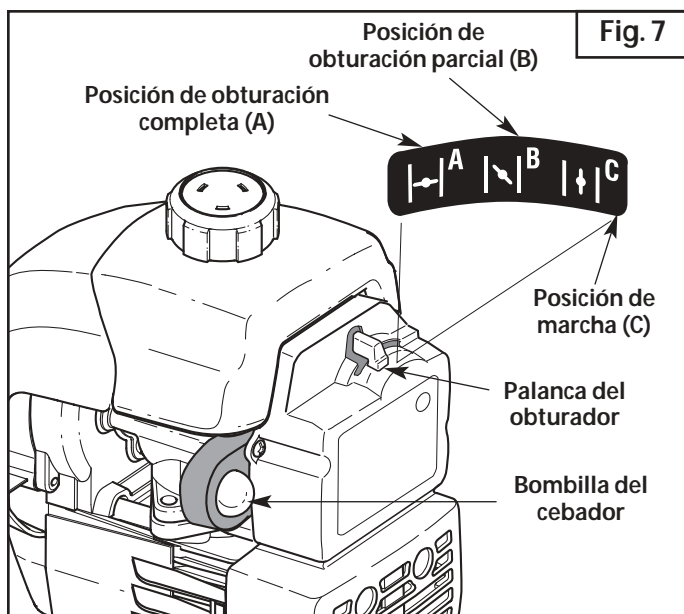

Fig. 7
3. Oprima y suelte por completo la bombilla del cebador lentamente de 10 veces. El combustible debe estar visible en la bombilla (Fig. 7). Si el combustible no está visible, oprima tres (3) veces más o hasta que lo vea.
4. Coloque la palanca del obturador en posición de obturación **COMPLETA (A)** |—| (Fig. 7).
6. Coloque la palanca del obturador en posición de obturación **PARCIAL (B)** |↘| (Fig. 7).
9. Oprima el control del regulador para calentar el motor de 5 a 10 segundos. Coloque la palanca del obturador en posición de **MARCHA (C)** |↑| (Fig. 7).
NOTA: No es necesario usar el obturador cuando arranque un motor que ya está caliente. Arranque en posición de obturación **PARCIAL (B)** |↘| (Fig. 7). Cuando arranque, ponga el obturador en la posición **MARCHA (C)** |↑| (Fig. 7).